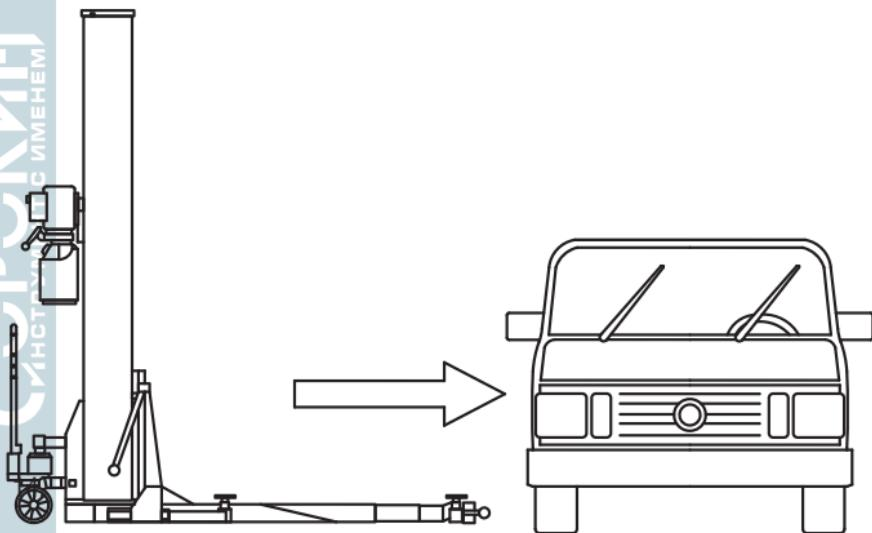

Рисунок 6 – Установка ТС
2. Необходимо подвести подъёмник под автомобиль, для этого установите автомобиль на ровном твёрдом основании с достаточным пространством с одного из боков автомобиля (рис. 6).